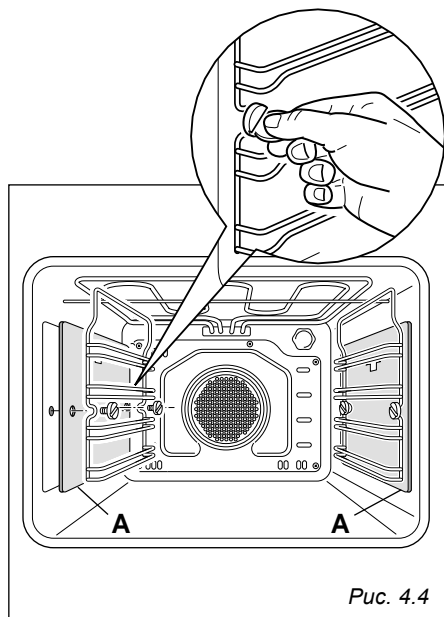

Рис. 4.4
- Установите проволочные решетки-держатели на стенках духового шкафа с помощью 2 винтов (Рис. 4.4).
- В случае оснащения моделей каталитическими панелями вставьте данные панели «А» стрелочкой вверх (Рис. 4.4). В моделях с боковой лампочкой внутри духового шкафа каталитические панели необходимо правильно установить, как указано в специальной главе «ПРАВИЛЬНОЕ РАЗМЕЩЕНИЕ КАТАЛИТИЧЕСКИХ ПАНЕЛЕЙ В МОДЕЛЯХ С БОКОВЫМ ОСВЕЩЕНИЕМ».
- Открутите крепежные винты, выдвиньте решетки-держатели и каталитические панели (при наличии) на стенке духового шкафа, как показано на Рис. 4.4.